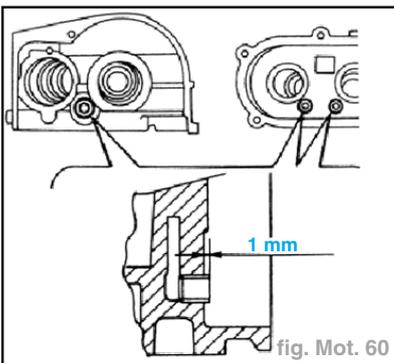

fig. Mot. 60
- Contrôler l'état des bouchons et les remplacer, le cas échéant fig. Mot. 60).